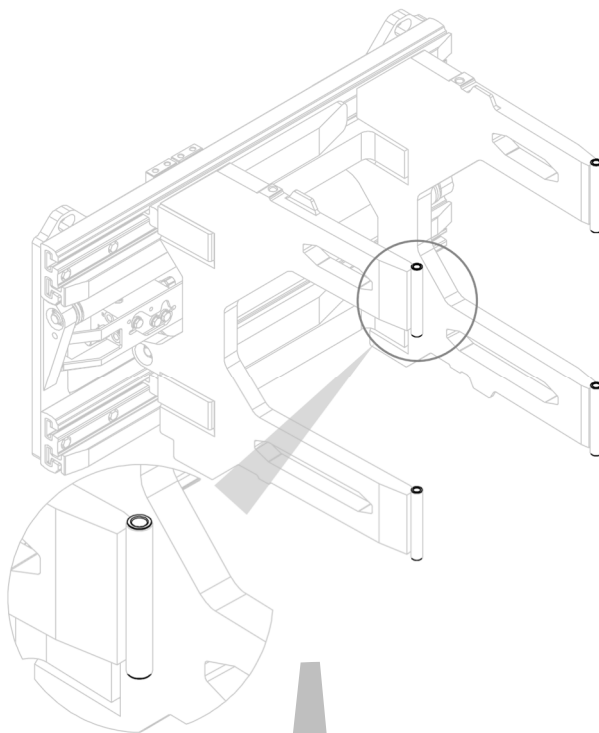
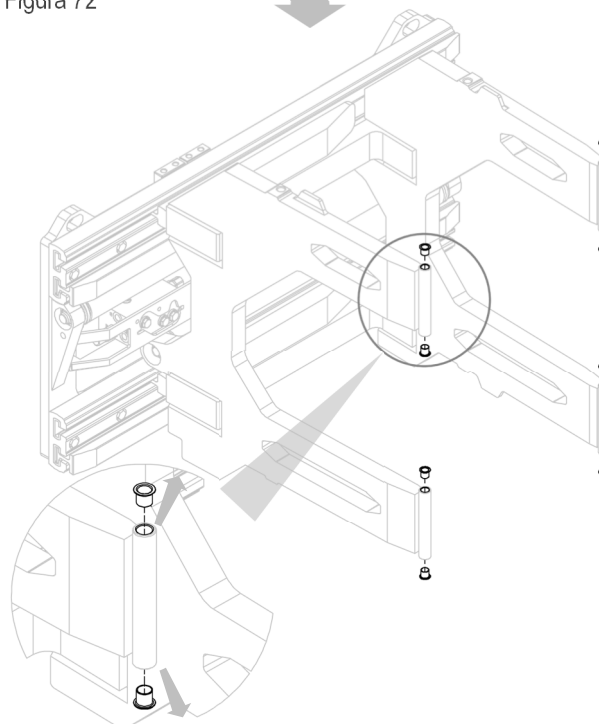

Figura 72
Figura 73
3. Extraer los casquillos de oscilación de sus asientos (ver *Figura 72* y *Figura 73*).